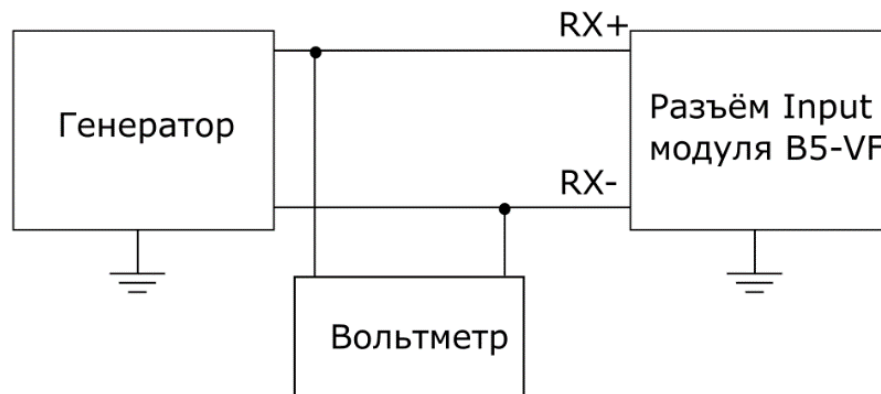

Рисунок 10.4. Схема подключения
- 1) Определение основной абсолютной погрешности измерения уровня сигнала ИУ в диапазоне 0...20 дБ проводят методом сравнения показания поверяемого прибора с эталонным вольтметром. Схема подключения прибора приведена на рис. 10.4.
Определение неравномерности частотной характеристики ИУ проводят методом непосредственного измерения напряжения эталонным вольтметром на входе поверяемого прибора на частотах, приведённых в табл. 10.5. Схема подключения прибора приведена на рис. 10.4.
Определение абсолютной погрешности измерений уровня сигнала ИУ в режиме с ПФ 0,3...3,4 кГц проводят методом сравнения показаний прибора с эталонным вольтметром. Схема подключения прибора приведена на рис. 10.4.